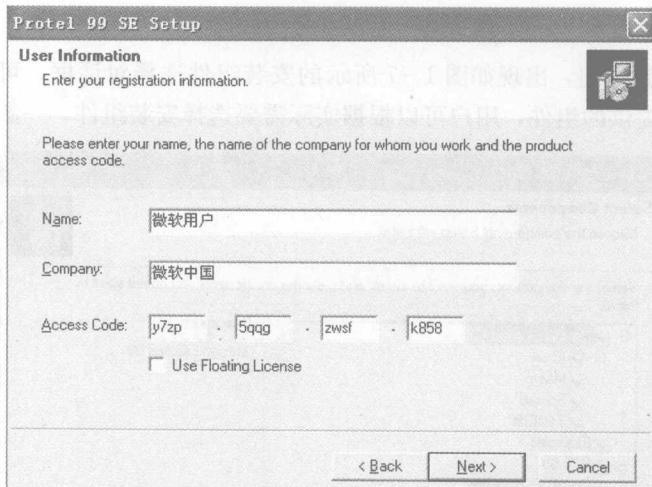

图 1-4 安装信息对话框
(4) 在如图 1-4 所示的安装信息对话框，输入用户的姓名和公司的名字，然后在 Access Code 文本框中输入软件的安装序列号。